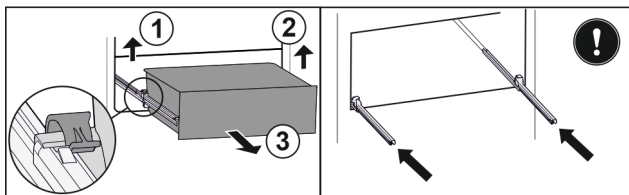

Fig. 188
- Linke Klemme anheben und gleichzeitig Schubfach links nach vorne ziehen. Fig. 188 (1)
- Rechte Klemme anheben und gleichzeitig Schubfach rechts nach vorne ziehen. Fig. 188 (2)
- Schubfach nach vorne entnehmen. Fig. 188 (3)